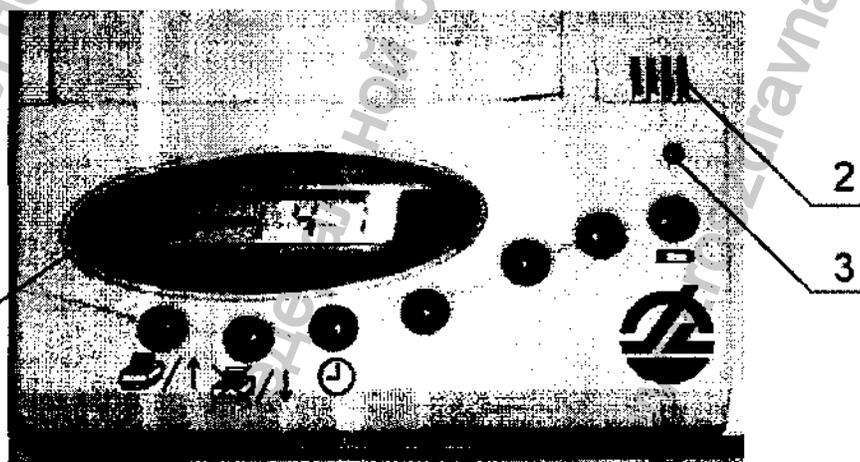

Рисунок 2 – Передняя панель БРЗ
2) Не допускается попадание на контакты для связи БРЗ с прибором АДМП-02 (рисунок 2, поз.2) металлических изделий. Замыкание контактов может привести к выходу БРЗ из строя.
8) Включить БРЗ. Для этого перевести переключатель «0/1» в положение 1. При этом светодиод загорится зеленым светом (рисунок 2, поз.3), а на индикаторе (рисунок 2, поз.1) на одну секунду появятся сменяющие друг друга надписи: «АП.02» и «БР.25».
10) Проверить состояние светодиодного индикатора (рисунок 2, поз.3): он должен гореть зеленым светом.